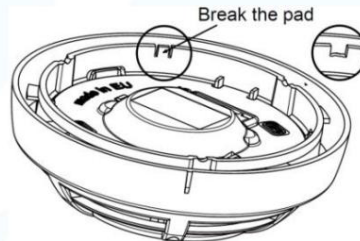

Fig.4
- Casser le plastique à l'endroit indiqué en bas du capteur (Fig. 4).